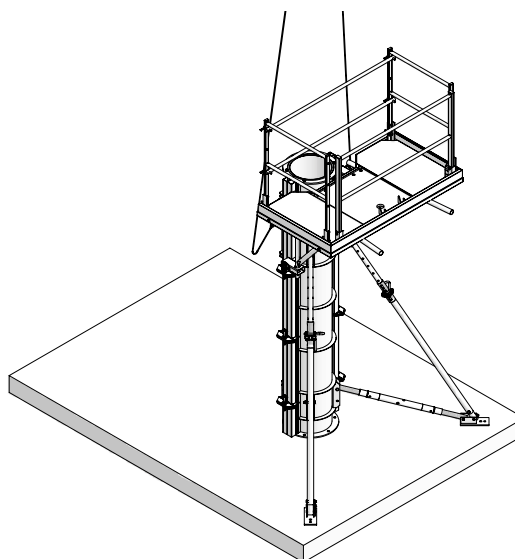

Fig. 15.1
1. Accrocher l'élingue à 2 brins à la demi-coque puis tendre l'élingue. Enlever toutes les serrures de coffrage Mammuth (fig. 15.1).